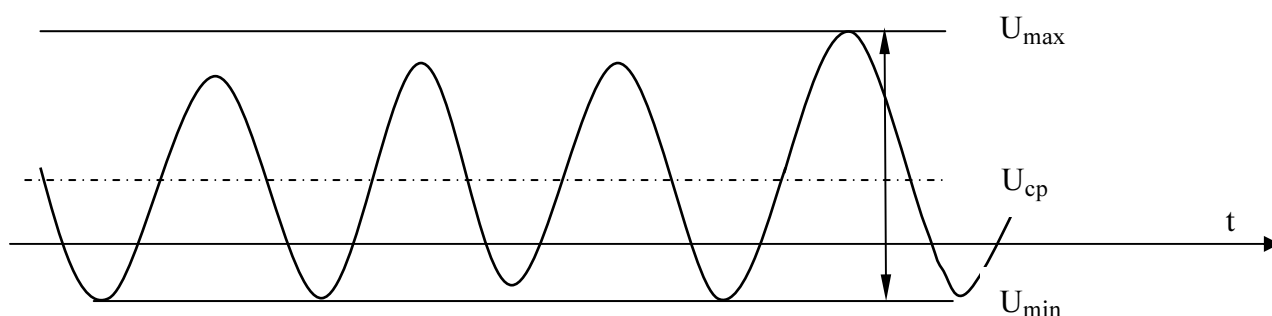

Рисунок 4.3.11 Параметры пульсации напряжения
- размах пульсации напряжения – величина, равная разности между наибольшим и наименьшим значениями пульсирующего напряжения за заданный интервал времени, $U_{\max} - U_{\min}$ (см. рис. 4.3.11);
- значение постоянной составляющей, $U_{\text{ср}}$ (см. рис. 4.3.11);